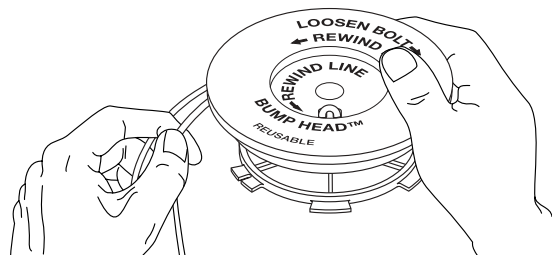

Fig. 16
- Enroulez les fils en couches uniformes serrées sur le moulinet (Fig. 16). Enroulez le fil dans le sens indiqué sur le moulinet intérieur. Placez votre index entre les deux fils pour les empêcher de se superposer. Ne superposez pas les extrémités du fil. Passez à l'étape 11.